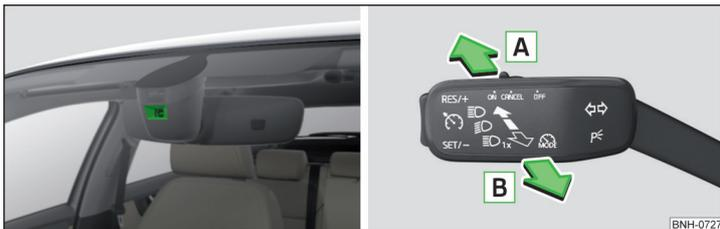

Fig. 56 Encender/apagar el lugar de instalación del sensor / sistema
» fig. 56.
- ▶ Presionar la palanca en la posición de suspensión elástica **A** » fig. 56. En la pantalla del cuadro de instrumentos ilumina el testigo de control .